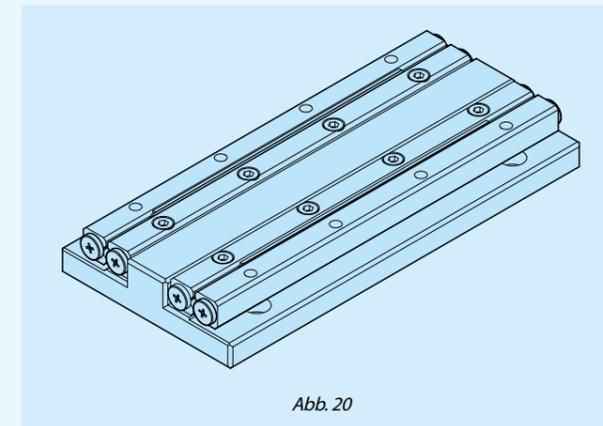

Abb. 20
- Die Führung der Tischseite ungefähr in der Mitte des Hubs positionieren. (Siehe Abb. 20)